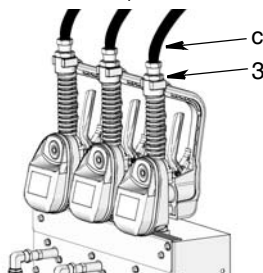

FIG. 17
2. Desconecte las líneas de distribución del fluido (c) del accesorio de conexión (3) (vea la FIG. 17).